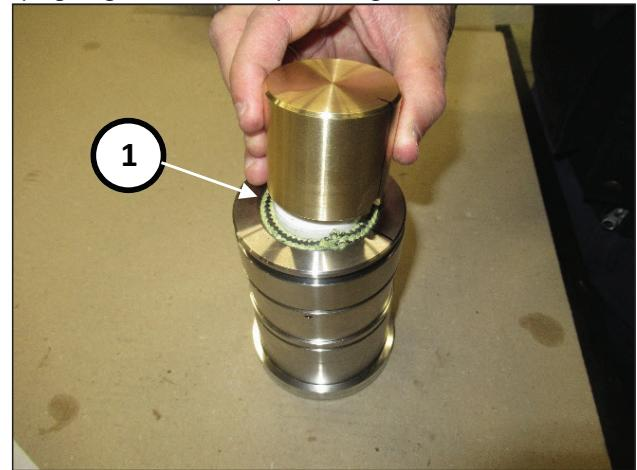

Fig. 181
Utilizzare il tampone interno dell'attrezzo cod. 27945400 per spingere gli anelli in sede (pos. ①, Fig. 181).